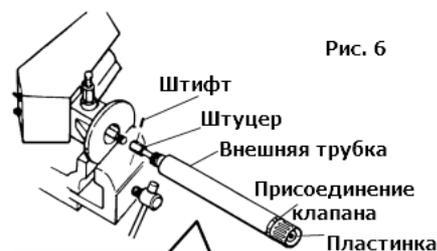

Рис. 6
- 4) Закрепите насос в тисках (Рис.6).
- 5) Установите гаечный ключ на переходник клапана и открутите его. Выходной патрубок можно вынуть из насоса. Затем продолжайте вытягивать его, пока не коснетесь штуцера, который соединяется с двигателем. Вытащите штифт, открутите штуцер, отделите нижний насос от двигателя (Рис. 6).
- 6) Вытяните внешнюю трубку. Если вытащили только переходник клапана, открутите гайку и снимите пластину. Затем вытяните внешнюю трубку и прикрутите входной патрубок с помощью трубного ключа (установленного на части входного патрубка с выемкой). Вытащите штифт, открутите штуцер, снимите нижний насос (Рис. 6, 7).
- 15) Вставьте всасывающий патрубок с противоположной стороны переходника клапана. Снимите штуцер с всасывающей трубки и прикрутите его к штоку со стороны мотора. Отрегулируйте положение отверстия для штифта всасывания и штуцера и вставьте штифт (Рис. 6).